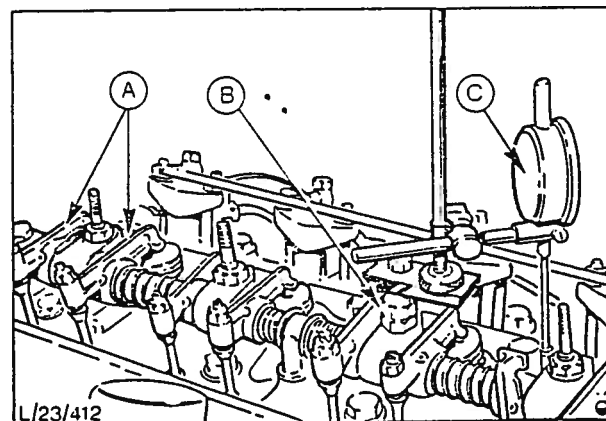

Fig. 35 Montering av måleut.
- (f) Monter måleuret og adapterne på toppdekslets andre festebolt (fig. 35) og plasser måleren mot eksosventilens stamme.